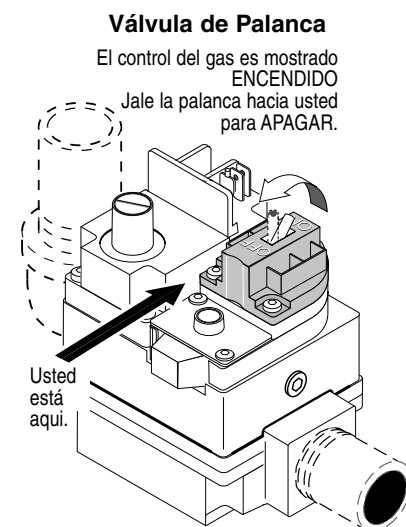

Figura 38.
6. **Válvula de Palanca:** Tire la palanca hacia usted para apagar el gas, ver Figura 38.
7. Espere cinco (5) minutos para sacar cualquier gas. Si luego le huele a gas, ¡DETENGASE! Siga el paso “B” de las instrucciones “Antes de Encender” (página 38). Si no le huele a gas, vaya al siguiente paso.
4. **Válvula de Palanca:** Tire la palanca hacia usted para apagar el gas, ver Figura 38.